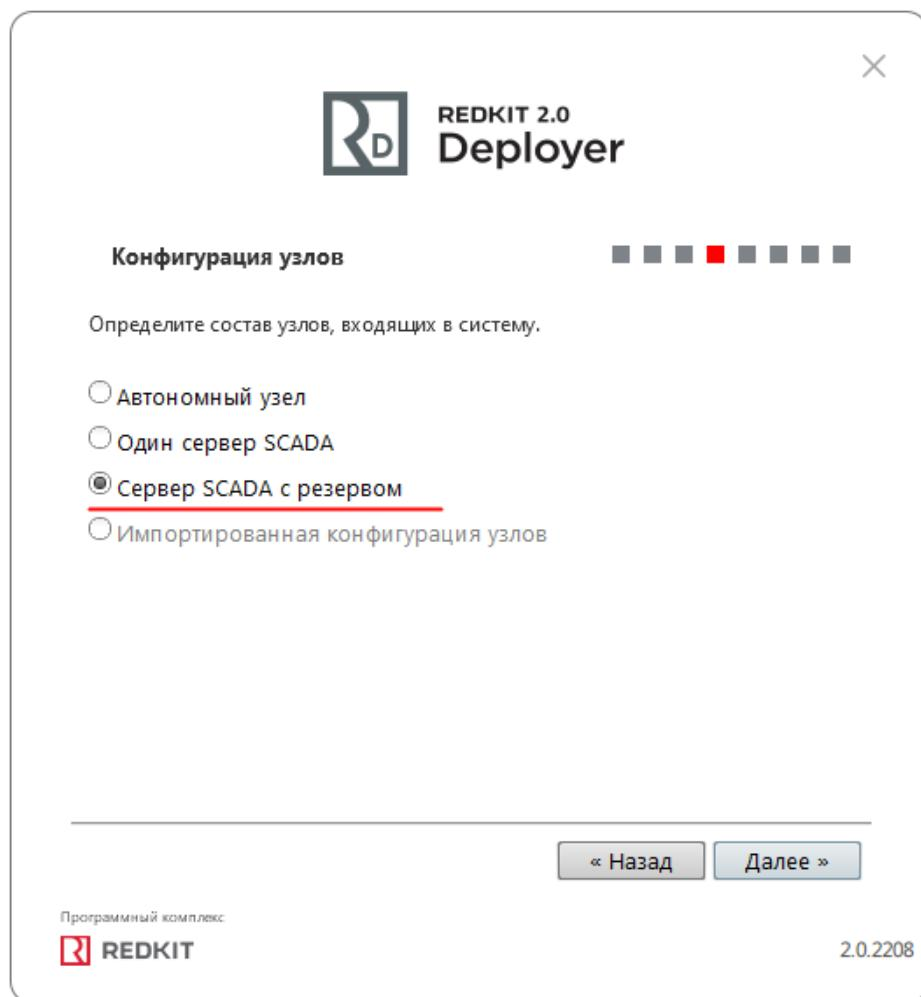

Рисунок 17 - Конфигурация узлов
9. Выберите конфигурацию узлов **Сервер SCADA с резервом** и нажмите **Далее** (Рисунок 17).